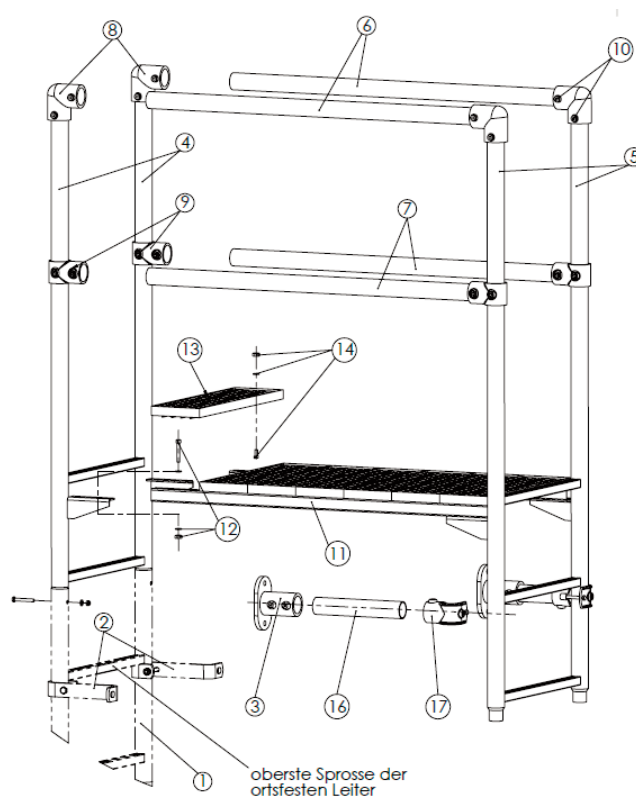

Abb. 1
**2.2** Beide Leiterteile (4+5) mit den Handlaufrohren (6), sowie die Knierohre (7) mit den Rohrverbindern (8+9) miteinander verbinden (Achse Handlauf / Achse Knierohr 0,5 m entfernt anordnen) und Madenschrauben (10) leicht anziehen (Abb. 1).